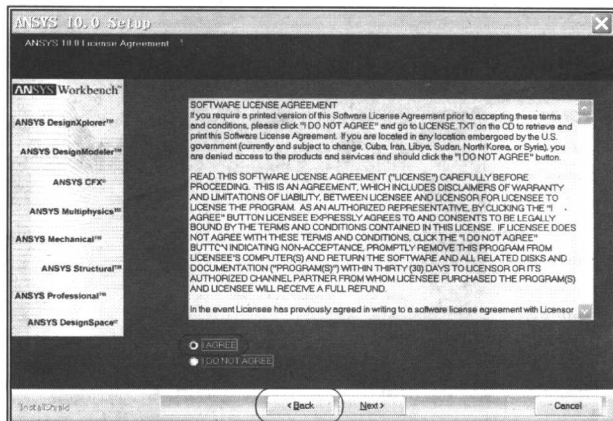

图 1-3 ANSYS 安装许可授权界面
③ 出现 ANSYS 安装许可授权界面如图 1-3 所示, 选择 I AGREE, 单击 Next 按钮进行下一步安装。